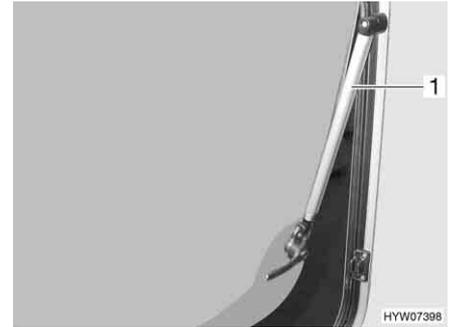

Fig. 35 Finestra apribile con deflettore automatico
- Aprire la finestra apribile fino al punto di arresto desiderato. Il deflettore automatico (Fig. 35,1) si innesta automaticamente in posizione.